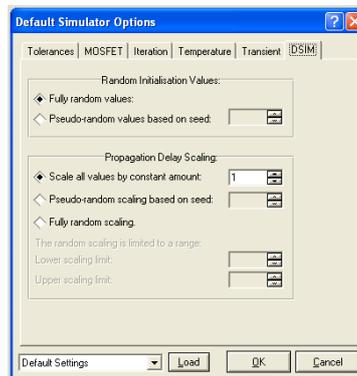

Рис.10
- Вкладка **DSIM** (Рис. 10). В седьмых версиях имеет всего два изменяемых параметра. **Random Initialisation Values** (случайные значения при инициализации) определяет: каким образом устанавливаются значения для цифровых примитивов, которым в свойствах прописано значение, а это в частности модели микросхем памяти, установка для которых **INIT=RANDOM** заполняет их при старте в зависимости от установленного здесь переключателя либо **Fully Random** (случайными), либо **Pseudo-random** (псевдослучайными) последовательностями из заданного диапазона от 1 до 32767. Если вы используете для микросхемы памяти загружаемый файл, но он заполняет ячейки не полностью, то при установленном **INIT=RANDOM** последовательностями заполняются оставшиеся свободными ячейки. **Propagation Delay Scaling** (масштабирование задержек распространения) определяет установки для всех временных свойств цифрового моделирования, которые не заданы строго в свойствах конкретных моделей. По умолчанию для этих свойств установлен множитель **Scale all values by constant** равный 1. Установка **Pseudo-random** или **Fully Random** позволяет задать диапазон от нижнего **Lower Scaling Limit** до верхнего **Upper Scaling Limit** значения, в котором будет изменяться этот множитель по псевдослучайной в том же диапазоне что и выше или полностью случайной последовательности. Это позволяет приблизить моделирование к реальности и исключить проектные недоработки, связанные с повторяющимися временными процессами, не имеющими отражения в реальных условиях.